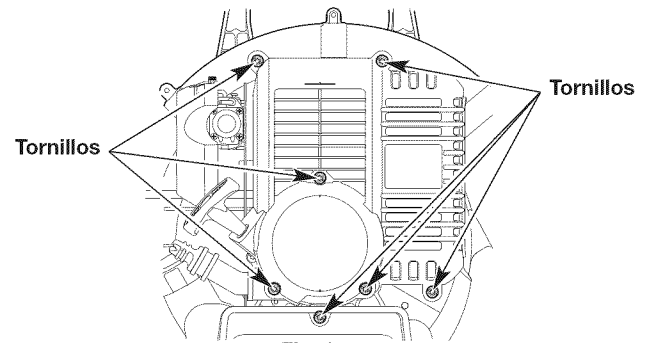

Fig. 21
1. Quite los 7 tornillos de la tapa del motor con un destornillador plano o un destornillador Torx T-25 (Fig. 21). Quite la cubierta del motor.
2. Quite los 7 tornillos de la tapa del motor con un destornillador plano o un destornillador Torx T-25 (Fig. 21). Quite la cubierta del motor.